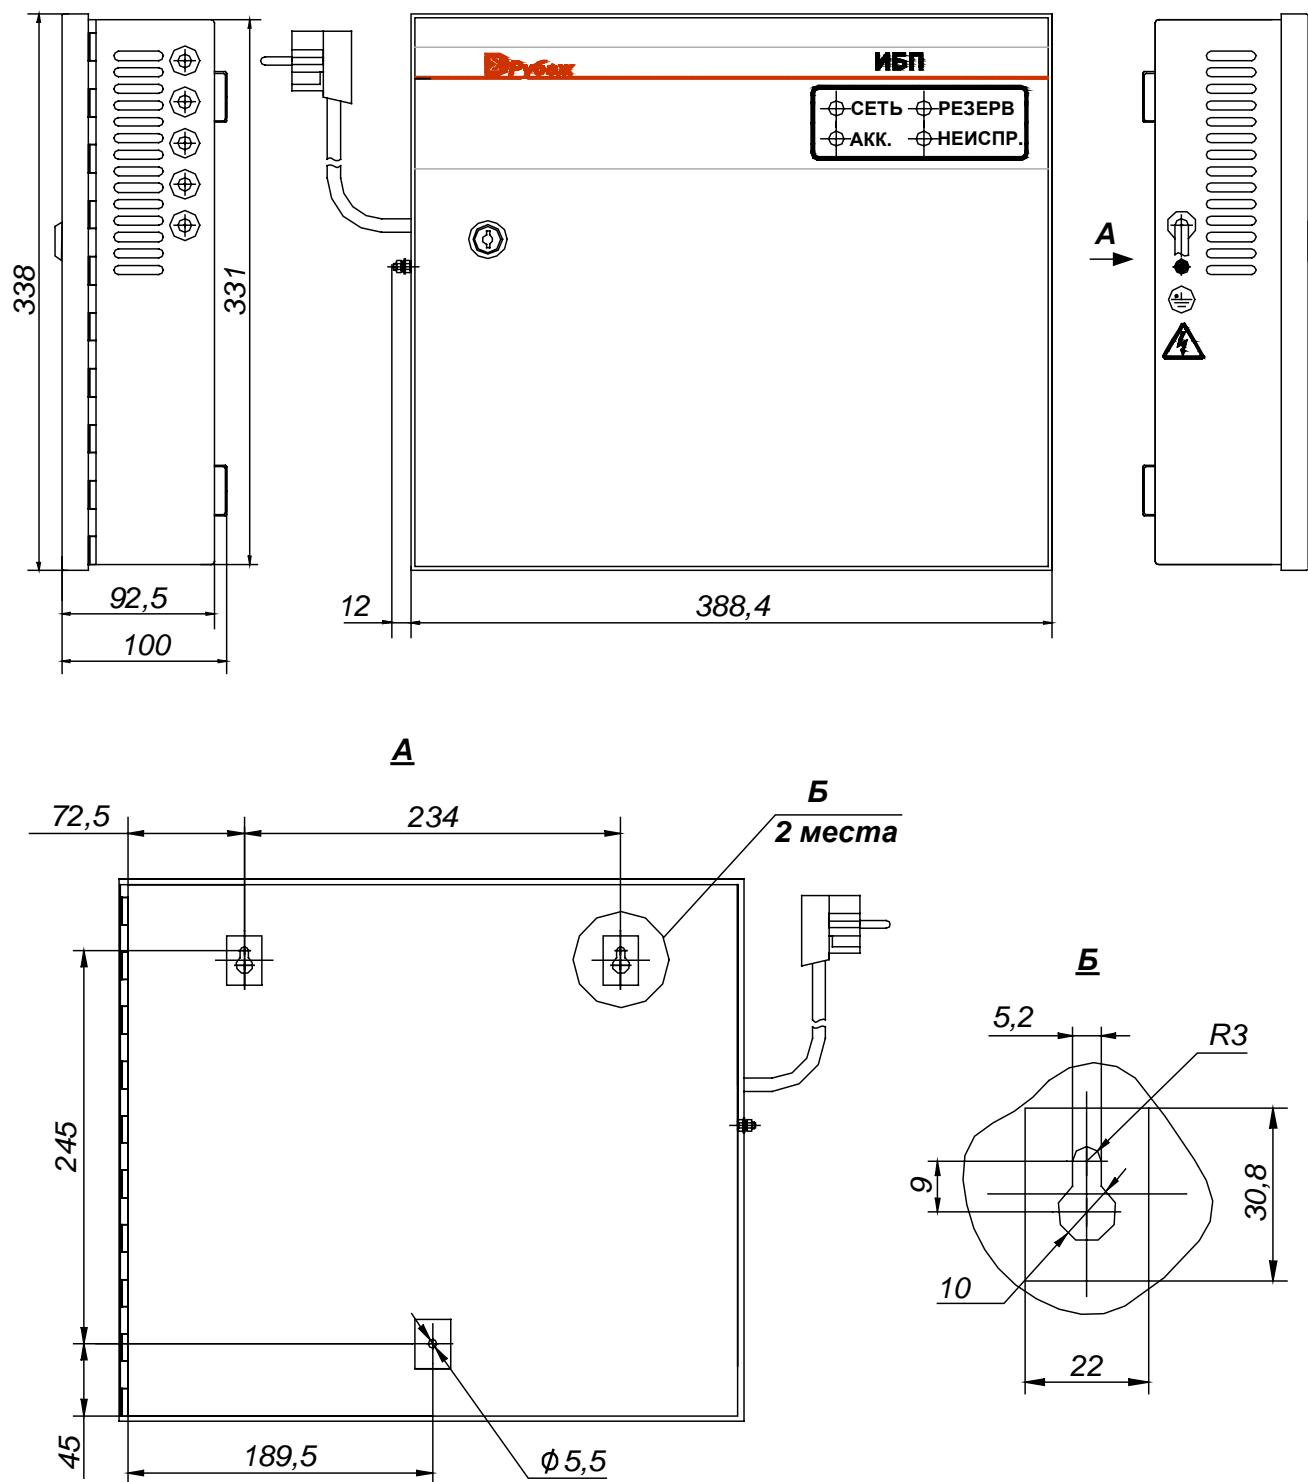
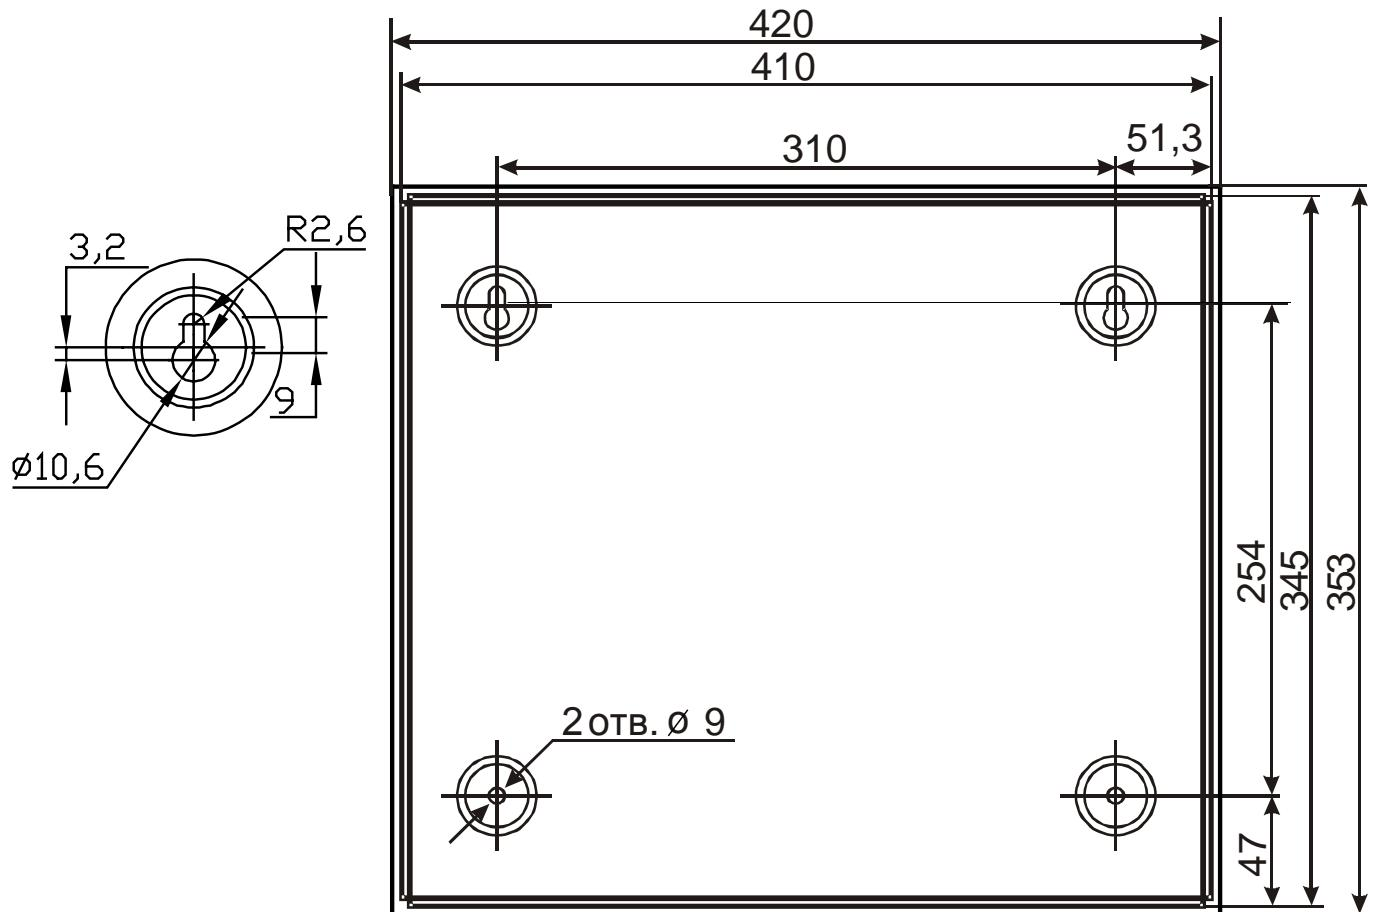

Рис. 10 Присоединительные размеры ИБП 1200/2400 исп. 1
Рис. 11 Присоединительные размеры ИБП 1200/2400 исп. 2
- 6.4.1 На месте установки ИБП крепится к стене или другим конструкциям в вертикальном положении. При установке необходимо следить за тем, чтобы не были закрыты вентиляционные отверстия другими устройствами или блоками. Присоединительные размеры ИБП-1200/2400 исп. 1, исп. 2 приведены на Рис. 10, Рис. 11 – в зависимости от вариантов исполнения.